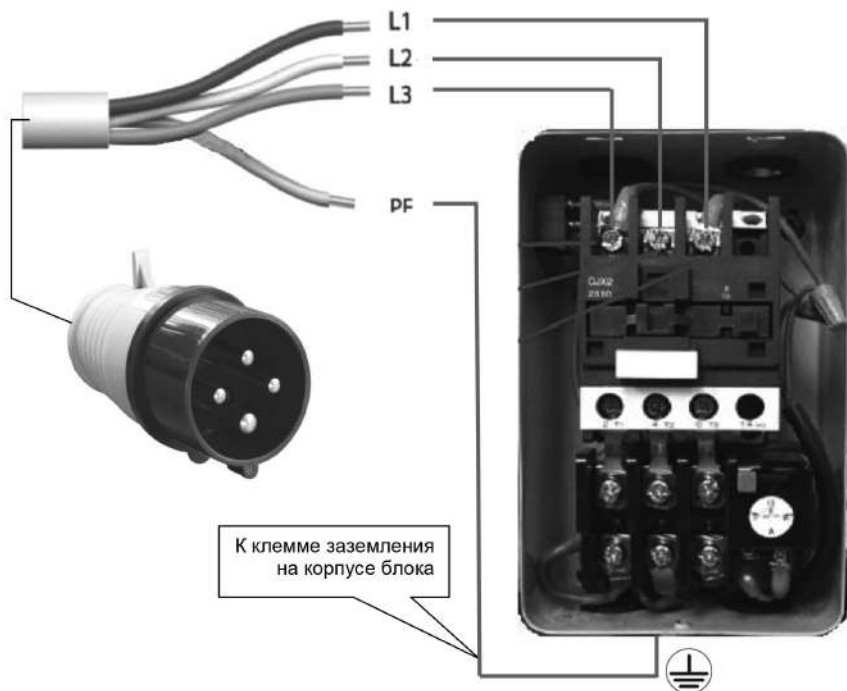

Рис. 5
Электрокабель питания к трехфазным компрессорам подключается к клеммам блока магнитного пускателя (рис. 5). Для подключения используется четырехжильный кабель сечением не менее  $2,5\text{мм}^2$  и трехфазная четырехконтактная вилка.
2. Подключите компрессор к электросети питания, параметры которой соответствуют модели компрессора, предварительно проверив, что выключатель реле давления 2 (рис. 5) находится в положении выключено «О» (OFF).
3. Включите компрессор красной кнопкой реле давления (прессостата), потянув ее вверх в положение Вкл. (рис. 5). Компрессор запустится и начнет накачивать воздух в ресивер. После достижения заданного верхнего уровня давления (8 бар) компрессор остановится. По мере расходования воздуха давление в ресивере падает и, когда оно достигает нижнего заданного уровня (разница между верх-
ним и нижним уровнем давления 2 бар), компрессор автоматически включится. Компрессор продолжает выполнять этот цикл в автоматическом режиме до тех пор, пока его не выключить с помощью выключателя реле давления, нажав его вниз в положение Выкл. (рис. 5).